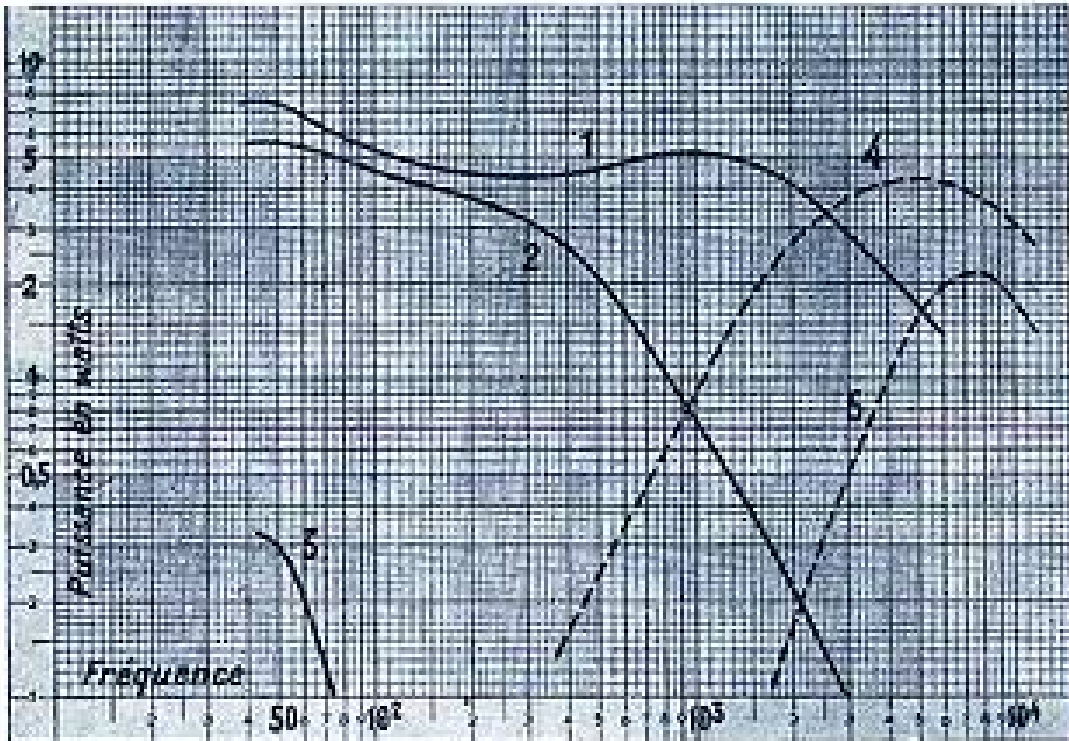

Fig. 6. — Graphique montrant la puissance développée par chacun des haut-parleurs.
Ensuite, nous avons traduit ces courbes en « puissances » et nous les donnons dans le graphique de la figure 6. Les numéros de référence sont les mêmes que ci-dessus. Cependant, cette « traduction » n'est certainement pas très exacte étant donné que, pour les haut-parleurs utilisés, nous ne connaissions l'impédance de la bobine mobile qu'à 400 et 1000 périodes. Nous avons extrapolé « à vue de nez », mais il est à peu près certain que la puissance réelle aux fréquences basses est supérieure à celle qui est donnée par la courbe.
1. — Courbe résultante de 1 et 4 de la figure 6.
2. — Courbe résultante de 2 et 4 de la figure 6.
3. — Courbe résultante de 2 et 5 de la figure 6.